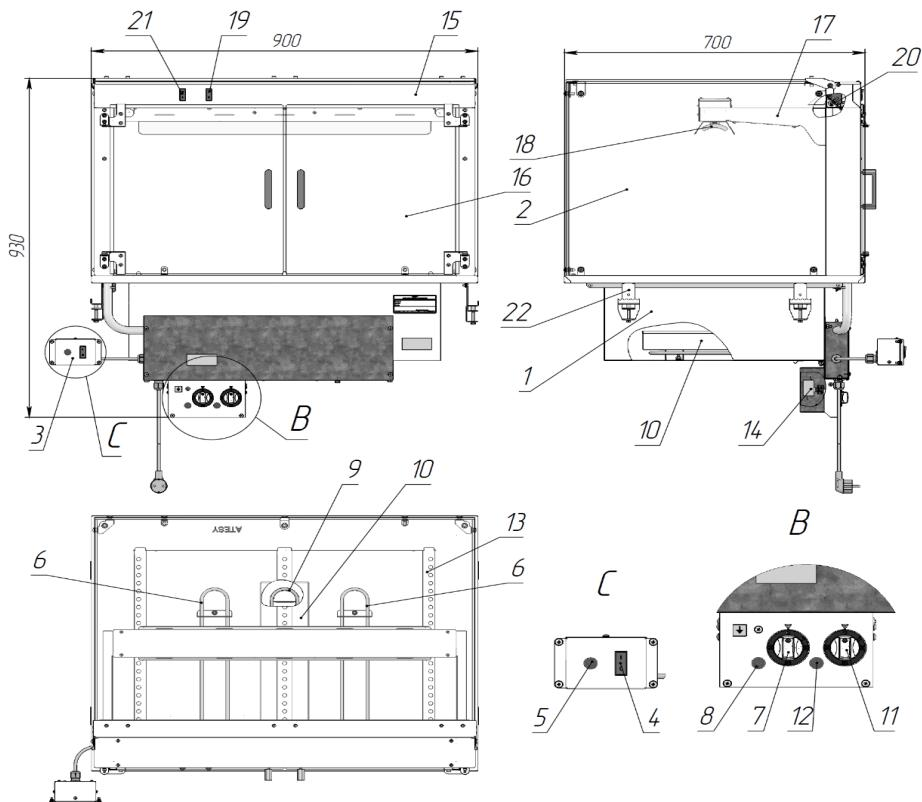

Рис.1
1.3.2.1 Изделие, см. рисунок 1, состоит из ванны поз.1 и верхней стеклянной камеры поз.2. Включение витрины осуществляется при помощи пульта управления поз.3, с установленным на нем выключателем поз.4. Лампа поз.5 сигнализирует о том, что изделие находится под напряжением. В ванну поз.1 устанавливаются стандартные гастроёмкости GN 1/1 глубиной не более 150 мм. Гастроёмкости в комплект поставки не входят. Подогрев продуктов в гастроёмкостях осуществляется включением двух крайних ТЭНов поз.6, регулировка которых осуществляется с помощью поворота ручки терморегулятора поз.7. Лампа поз.8 сигнализирует о работе двух крайних ТЭНов. Над средним ТЭНом поз.9 устанавливается ванночка поз.10, наполненная водой. Нагрев воды в ванночке осуществляется с помощью среднего ТЭНа поз.9. С помощью ручки терморегулятора поз.11 регулируется температура воды в ванночке. Лампа поз.12 сигнализирует о работе среднего ТЭНа. Для установки гастроёмкостей используются съёмные перегородки поз.13 (3 шт.), в которых установлены ползунки, передвижением которых регулируется подача влаги в верхнюю камеру при работе среднего ТЭНа. Предотвращение аварийной ситуации обеспечивает термоограничитель поз.14, который отключает работу ТЭНов при нагреве ванны до температуры более 130°C. Верхняя камера витрины состоит из стекла, что позволяет клиентам рассмотреть готовые продукты с разных сторон, П-образной полки поз.15 и распашных дверок поз.16. На П-образной полке расположены кронштейны поз.17 (2 шт.), на которых установлены керамические инфракрасные излучатели поз.18 (2 шт.). Включение излучателей осуществляется выключателем поз.19. Предусмотрена подсветка верхней камеры светодиодным светильником поз.20, для включения которой используется выключатель поз.21. Для удобства проведения гигиенической очистки стеклянной камеры от конденсата и жира предусмотрен поворот верхнего стекла камеры до вертикального положения. При установке тепловой витрины на столешницу тумбы предусмотрены кронштейны поз.22 для её фиксации.